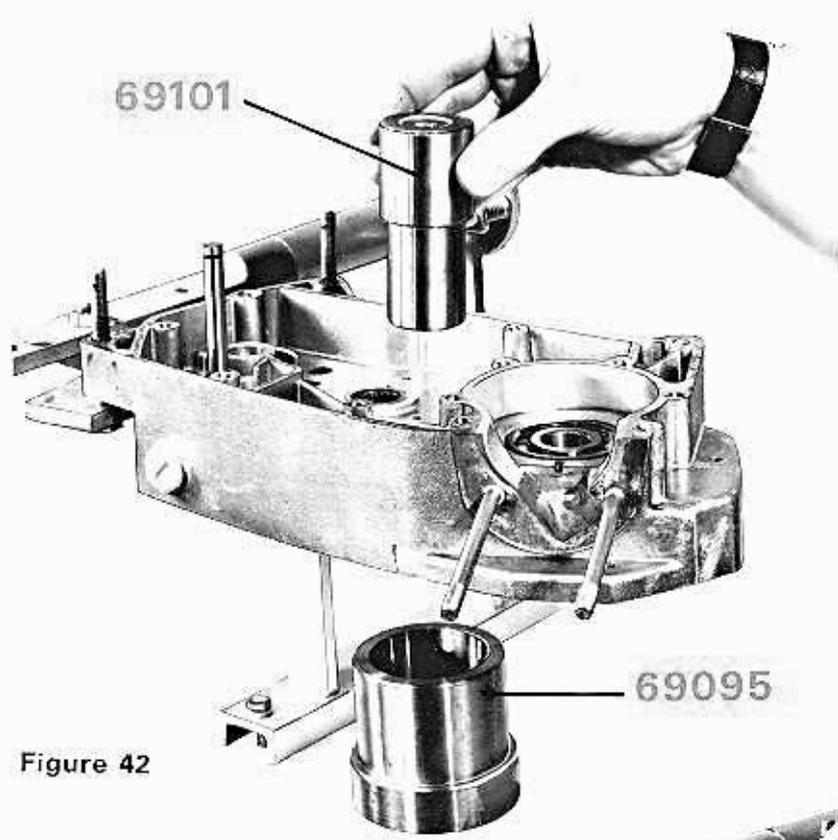

Figure 42
- Même opération qu'au paragraphe précédent, mais sans le guide n° 69096, et en utilisant le petit diamètre de la chasse n° 69101 (figure 42).